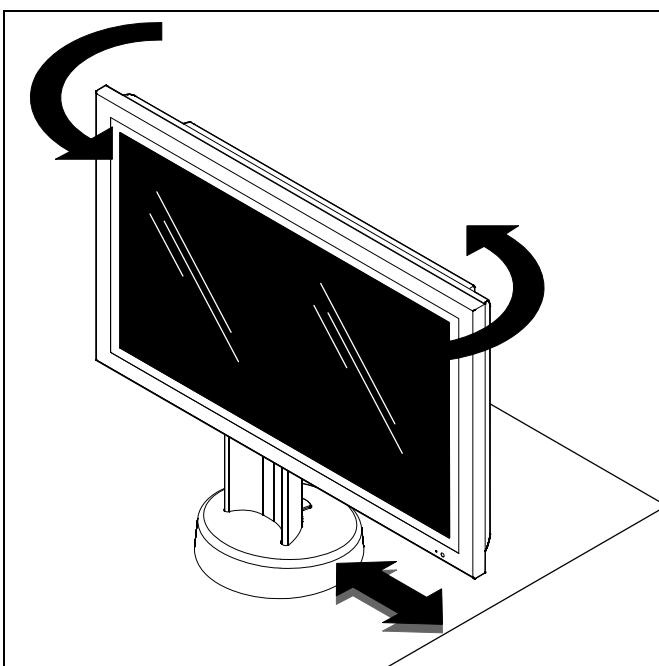

Figure 1
- Le réglage en usine de la rotation de la base est de  $90^\circ$ ; celle-ci peut cependant être modifiée à  $180^\circ$  ou  $270^\circ$  au besoin. (Voir Figure 1)